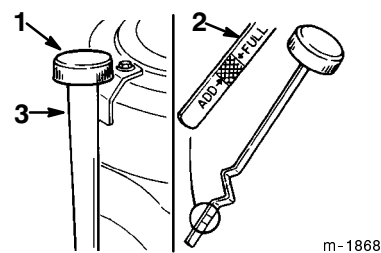

Figure 14
3. Nettoyez la surface autour de la jauge d'huile (Fig. 14) pour éviter que des impuretés s'introduisent dans le goulot de remplissage, ce qui risquerait d'endommager le moteur.
4. Dévissez la jauge d'huile et essuyez soigneusement l'extrémité métallique (Fig. 14).
5. Revissez la jauge complètement dans le goulot de remplissage (Fig. 14). Dévissez de nouveau la jauge et examinez l'extrémité métallique. Si le niveau est bas, versez lentement une quantité d'huile suffisante dans le goulot de remplissage pour amener le niveau au repère du plein ("FULL").
6. Versez lentement environ 80% de la quantité d'huile spécifiée dans le goulot de remplissage (Fig. 14). Vérifiez le niveau d'huile (voir Contrôle du niveau d'huile, page 21, points 4 à 5).
5. Versez lentement environ 80% de la quantité d'huile spécifiée dans le goulot de remplissage (Fig. 14). Vérifiez le niveau d'huile (voir Contrôle du niveau d'huile, page 21, points 4 et 5).